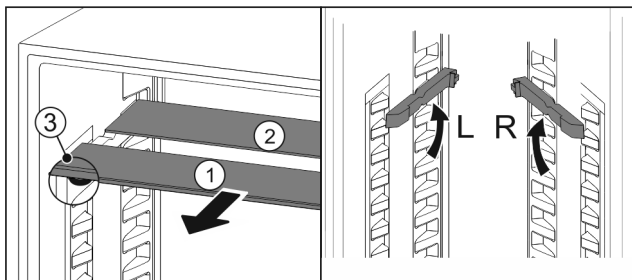

Fig. 24
- Extrageți Fig. 24 (1) pe rând plăcile de sticlă spre înainte.
- ▷ Placa de sticlă Fig. 24 (1) cu șipca decorativă se află în față.
- ▷ Opritoarele Fig. 24 (3) indică în jos.